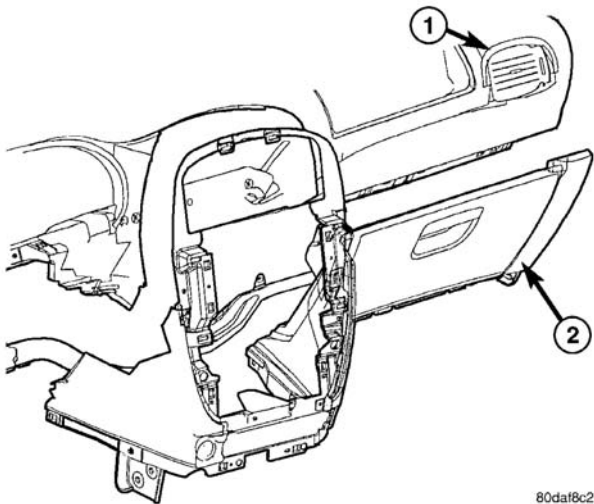

图 12 仪表板下部
- (1) 卸下右侧端盖。
- (2) 卸下下转向管柱盖。
- (3) 卸下中央框。
- (4) 卸下下控制台。
- (5) 卸下杯架和滑轨。
- (6) 卸下手套箱。
- (7) 卸下手套箱锁门碰舌。
- (8) 卸下手套箱灯。
- (9) 卸下将仪表板下部固定至加强件框架的 18 个螺钉（图 12）。
- (10) 从车辆卸下仪表板下部。
- (1) 将下仪表板连接至车辆（图 12）。
- (2) 安装将下仪表板固定到加强件框架的 18 个螺钉。
- (3) 安装手套箱灯。
- (4) 安装手套箱锁门碰舌。
- (5) 安装手套箱。
- (6) 安装杯架和滑轨。
- (7) 安装下控制台。
- (8) 安装中央框。
- (9) 安装下转向管柱盖。
- (10) 安装右侧端盖。